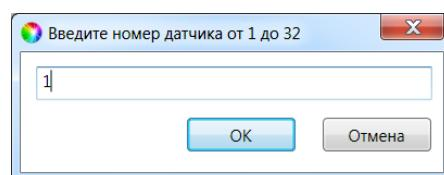

Рис. 7.7. Ввод номера радиоизвещателя
7.2. В открывшемся окне укажите номер извещателя (от 1 до 32) из числа еще не занятых и нажмите кнопку *OK* (рис. 7.7).